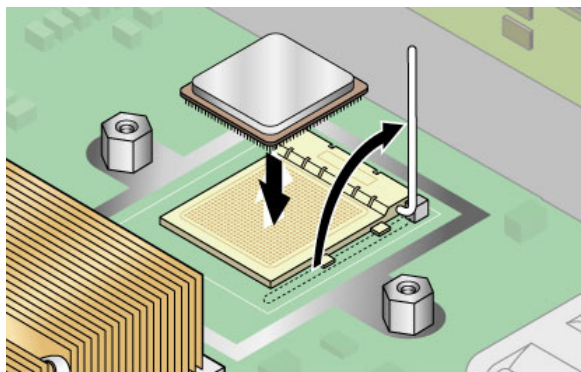

図 4-31 CPU のソケットへの取り付け
2. ソケット取り外しレバーが全開となる垂直の位置にあることを確認します (図 4-31 を参照)。
5. ソケットに CPU を完全に挿入したら、所定の位置までソケット取り外しレバーを下に回して、ソケットに CPU を固定します (図 4-31 を参照)。